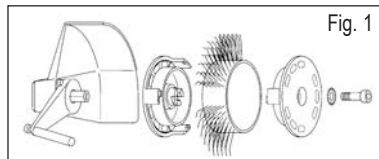
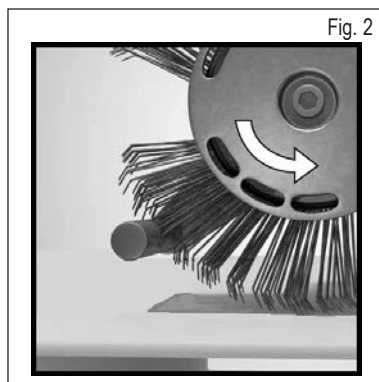

Fig. 1
Fig. 2
3. Afbryd for trykluftforsyningen, og fastgør så Bristle Blaster® bånd 23 mm resp. 11 mm korrekt til værktøjet med holdesystemet (bemærk omløbsretning) og den dertil indrettede stjernefjerserskive og skrue. Se fig. 1 og fig. 2
- Anvendes et Bristle Blaster® Bånd i den forkerte omløbsretning? – Ret børstebåndet ind således, at det forløber i den foreskrevne retning (se kapitel 7, Ibrugtagning, fig. 2).